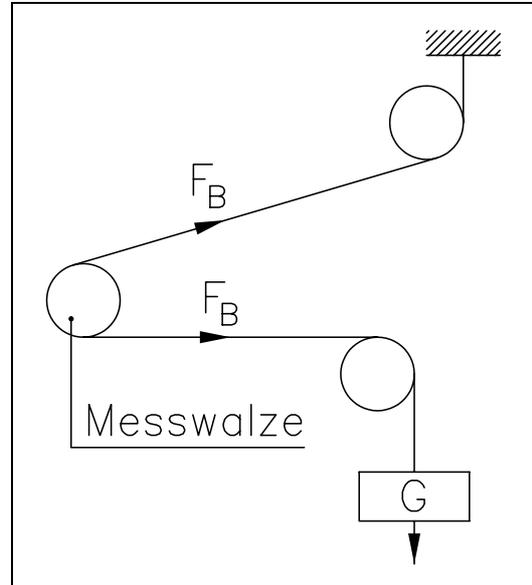

Bild 9: Kalibrierung des Verstärkers
Die folgenden Hinweise beziehen sich auf eine Inbetriebnahme und Kalibrierung in der Maschine, wobei der Materialzug durch ein Gewicht entsprechend dem Materialzug nachgebildet wird (siehe Bild 9).
- Material oder Seil mit einem definierten Gewicht belasten (Bild 9).